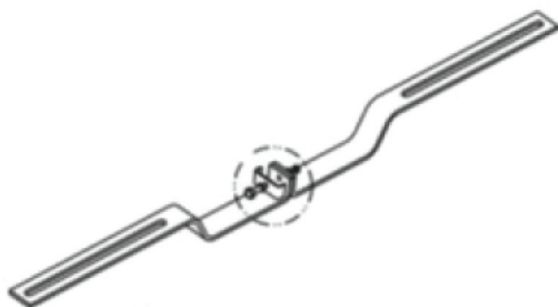

FIG.30
3. O aperto do parafuso/porca deve ser feito com chave de boca nº10, tal que a arruela de pressão (efeito mola) fique totalmente comprimida (torque aproximado de 2Nm). O contra aperto pode ser realizado também com uma chave de boca nº10 ou alicate comum. **(FIG.30)**